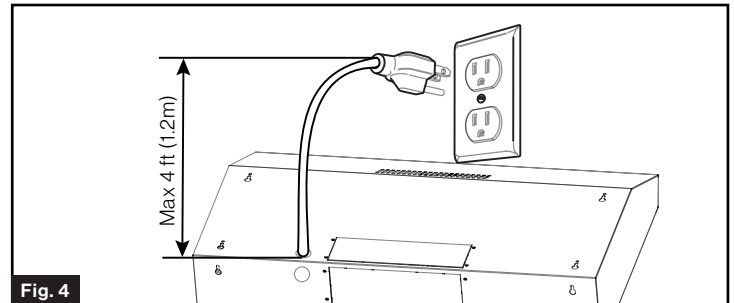

Fig. 4
- Largo máximo recomendado = 4 pies (1.2 m) (Fig. 4)